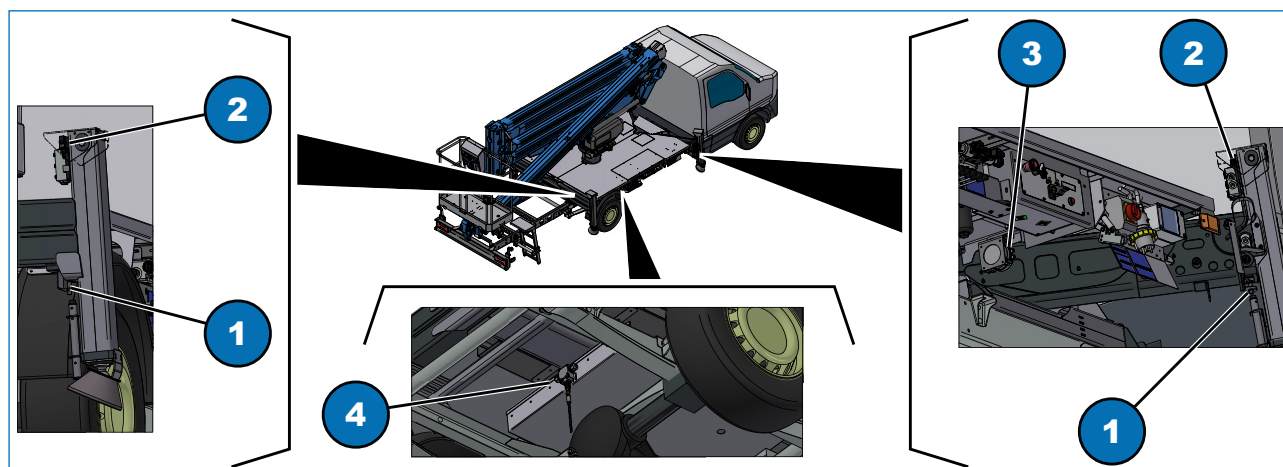

Fig. 5.9
Il dispositivo di controllo stabilizzazione è formato da un sensore magnetico (Fig. 5.9, 1) e da un microinterruttore (Fig. 5.9, 2), posizionati su ogni stabilizzatore; un sensore di sfilo (Fig. 5.9, 3) posizionato su ogni trave anteriore stabilizzatori e un microinterruttore (Fig. 5.9, 4) posizionato tra le balestre posteriori del veicolo. Il sensore magnetico (Fig. 5.9, 1) segnala la chiusura completa del piattello per la marcia su strada, il microinterruttore (Fig. 5.9, 2) controlla l'avvenuto appoggio a terra, il sensore di sfilo (Fig. 5.9, 3) controlla l'estensione della trave anteriore stabilizzatore e il microinterruttore (Fig. 5.9, 4) segnala la stabilizzazione minima.
- Quando gli stabilizzatori sono correttamente estesi le spie (Fig. 4.3, 1), sono accese a luce fissa segnalando il corretto funzionamento dei microinterruttori (Fig. 5.9, 2) e (Fig. 5.9, 4);
- ritirare tutti gli stabilizzatori e verificare che in cabina il LED (Fig. 4.7, 4) sia acceso segnalando il corretto funzionamento del sensore magnetico (Fig. 5.9, 1).